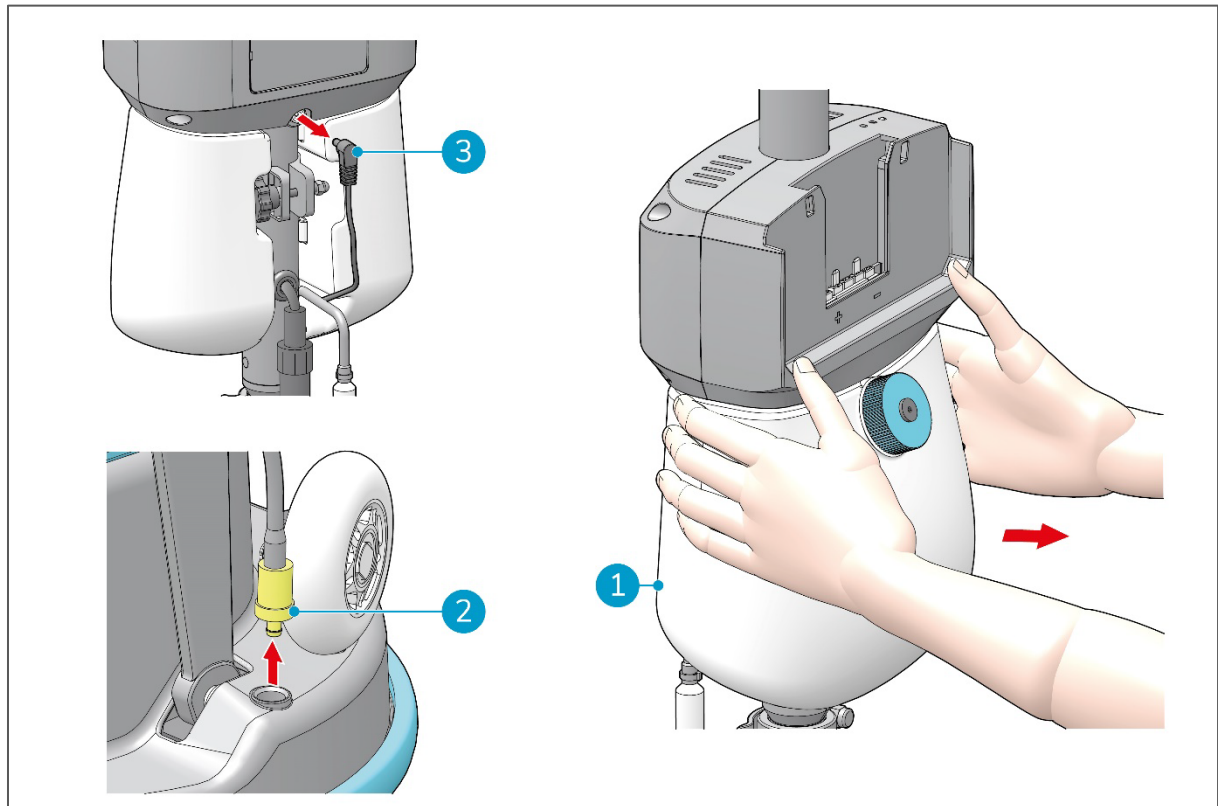

Figure 26
2. Débranchez la fiche d'alimentation de la pompe du réservoir (Figure 26, POS 3) et le tuyau du connecteur sur le plateau de lavage (Figure 26, POS 2).
3. Saisissez le haut du réservoir (Figure 26, POS 1) avec les deux mains et placez les deux pouces sur la poignée, appuyez sur le réservoir pour l'éloigner de la poignée jusqu'à ce qu'il se détache.